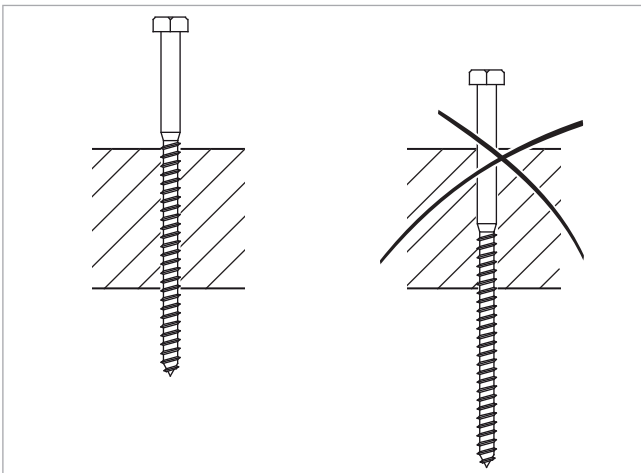

Fig. 38: Posición del tirafondos en la madera
- 2 Posición del tornillo → Fig. 38